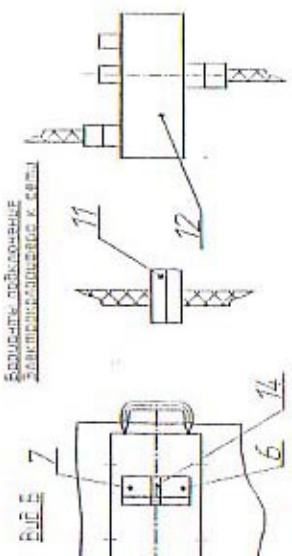

Рисунок 1- Электрокалориферы СФО-20/10; СФО-15/10; СФО-10/5
5.1 Электрокалорифер (рисунок 1) состоит из корпуса 1, внутри которого расположен блок обрешенных трубчатых электронагревателей 2 и вентилятор 3.
5.3.1 Переключателем мощности 7 (QF2) (рисунок 1) установить минимальную мощность равную 10 кВт для электрокалориферов СФО-20/10 и СФО-15/10, для электрокалорифера СФО-10/5 она равна 5 кВт.